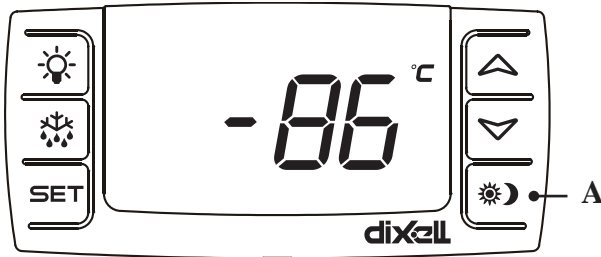

Abb. 4
Das Gerät ist mit einer elektronischen Steuerung ausgerüstet (Abb. 4)
**Hinweis:** Wenn Sie das Gerät einschalten drücken Sie bitte die Taste "A", (Abb. 4) damit die Alarmfunktion aktiviert wird.